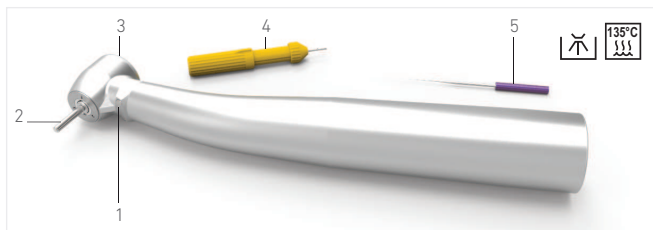

図1 (タービン)
- 図1
- (1) ライト
- (2) パー (同梱されていません)
- (3) プッシュボタン
- (4) Lubrimed グリーサー
- (5) 掃除用ワイヤー針